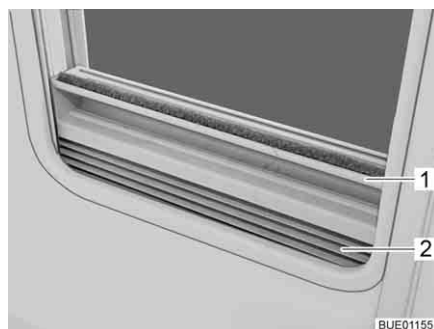

Bild 69 Plisségardin
- Stänga:** ■ Ta tag i mitten på plisségardinens (Bild 69,2) list (Bild 69,1) och drag den nerifån och upp och släpp loss den vid önskad höjd. Plisségardinen stannar på denna höjd.